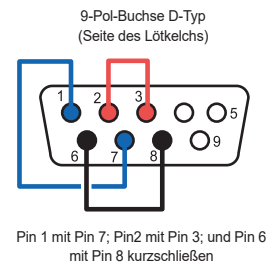

Abbildung B1.6.3
Durch Berühren einer dieser Schaltflächen wird ein Loopback-Test an der entsprechenden seriellen Schnittstelle durchgeführt. Damit der Test erfolgreich durchgeführt werden kann, muss eine 9-Pol-Buchse D-Typ, die wie in Abbildung B1.6.3 angeschlossen ist, am entsprechenden seriellen Port auf der Rückseite des Schreibers angebracht sein. Wenn die Buchse wie in der Abbildung gezeigt angeschlossen ist, eignet sie sich sowohl für Tests gemäß EIA232 als auch für Tests gemäß EIA485 (Kommunikationsstandards). Nach Abschluss des Tests erscheint der Hinweis „S1(2) Bestanden“ oder „S1(2) Fehlgeschlagen“ anstelle von „Seriell 1“ oder „Seriell 2“ auf der entsprechenden Schaltfläche. Wenn die Option „Serial Comms“ nicht vorhanden ist, erscheint beim Betätigen einer der beiden Schaltflächen der Hinweis „Fehlgeschlagen“.